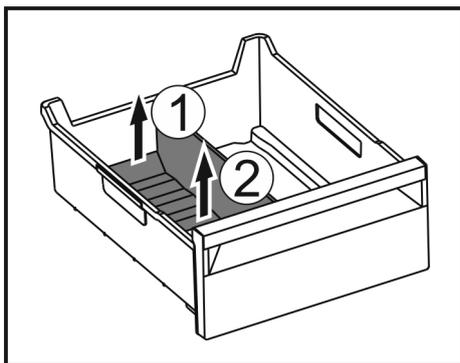

Fig. 183
- Soulever la partie arrière du séparateur de congélateur. Fig. 183 (1)
- Retirer le séparateur de congélateur par le haut. Fig. 183 (2)